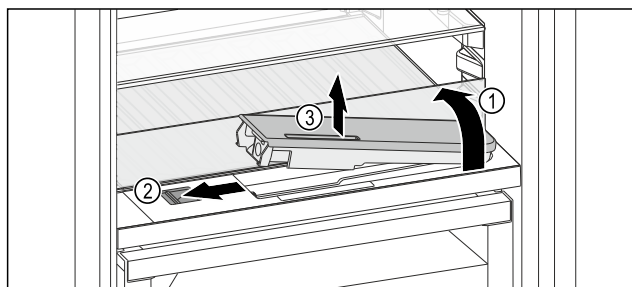

Fig. 210
- Glasplatte anheben und bis zum Anschlag nach hinten klappen Fig. 210 (1).
- Schieber Fig. 210 (2) nach links schieben.
- Wassertank entnehmen Fig. 210 (3).